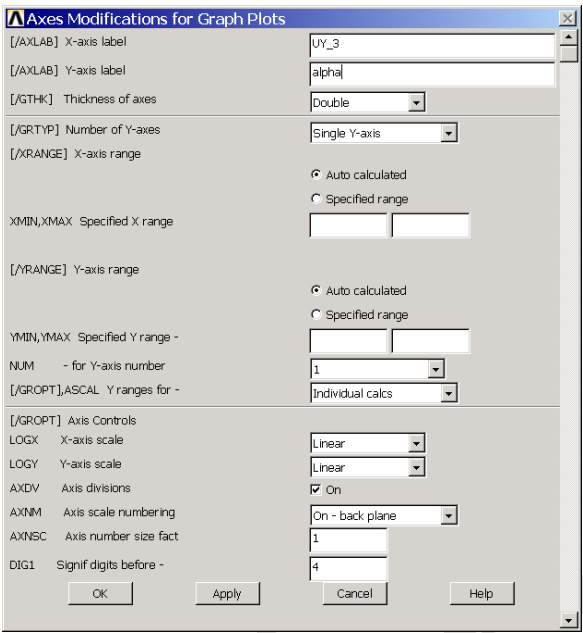

图7.24 修改坐标轴标签
(3) 单击【Utility Menu】|【PlotCtrls】|【Style】|【Graphs】|【Modify Axes】菜单，弹出如图 7.24 所示的【Axes Modifications for Graph Plots】对话框。